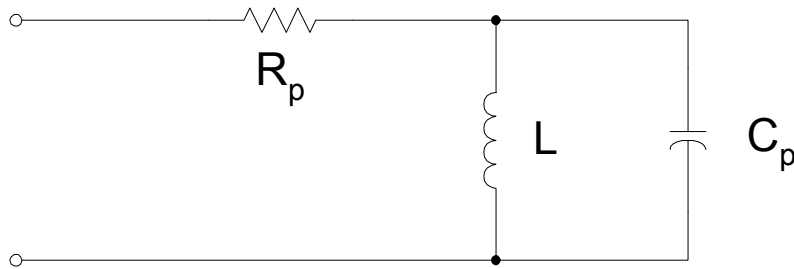
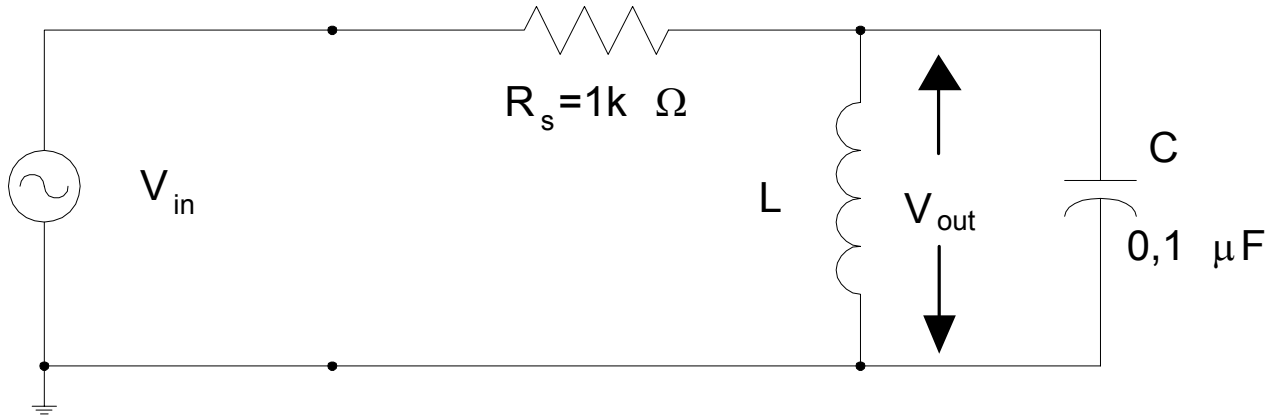

Figura 4. Modelo eléctrico de bobina de inductancia.
Figura 5. Circuito para el experimento 4.
**3. Circuito de prueba.** Construya el circuito de la Figura 5. Aplique una onda cuadrada de 10 V p-p en la entrada  $V_{in}$  y observe la salida  $V_{out}$ . Ajuste la frecuencia de la onda cuadrada sobre un margen amplio mientras observa  $V_{out}$ . **P.4.1 ¿Es lógica esta forma de onda? Explique qué sucede y añada un esquema a su informe de prácticas. Utilice las aproximaciones de ingeniería de forma sensata.**
**Nota:**  $R_s$  es una resistencia externa.  $R_p$  en la figura 4 se "concibe" ahora como una parte de "L" en la figura 5; C en la figura 5 es un condensador externo y  $C_p$  se "concibe" también como una parte de "L" en la figura 5.